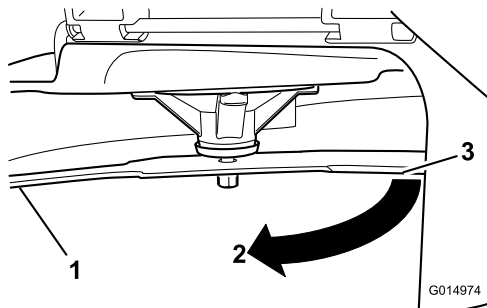

Figura 60
3. Segunda distância medida entre a lâmina e a superfície (B)
4. Rode a mesma lâmina 180 graus para que a extremidade de corte oposta fique na mesma posição (**Figura 60**).